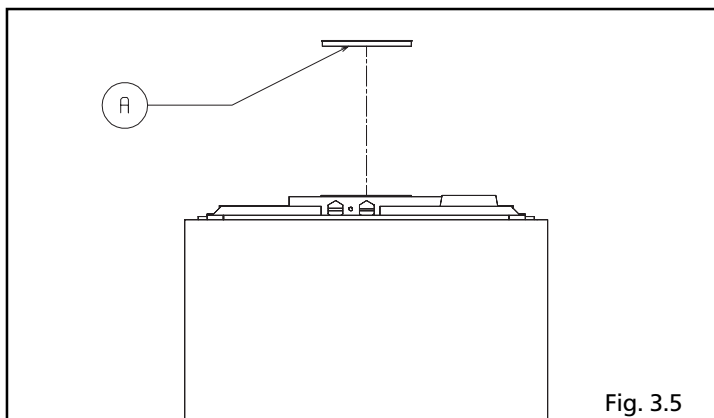
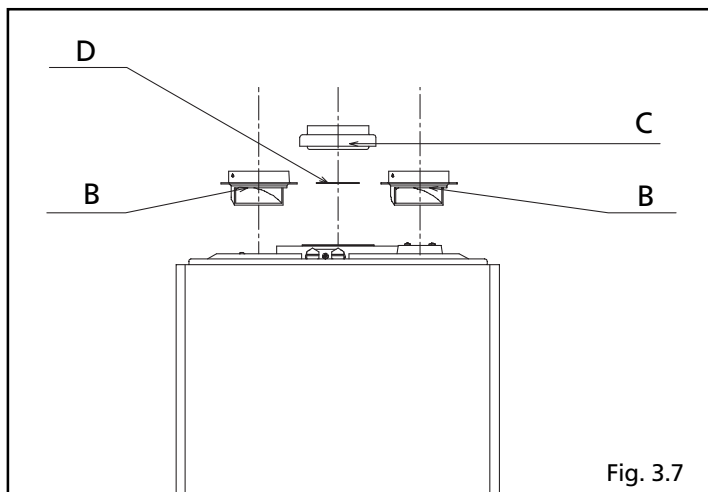

Fig. 3.5
Fig. 3.7
Lo scarico dei prodotti della combustione (C) è posto al centro della caldaia, il condotto di aspirazione dell'aria comburente può essere collegato indifferentemente ad uno dei due ingressi (B) dopo aver rimosso il tappo di chiusura (fig. 3.7).
La flangia aria (A) deve essere sempre tolta facendo leva con un cacciavite (fig. 3.5). La tabella riporta le lunghezze rettilinee ammesse e le indicazioni per l'installazione della flangia fumi (D) che viene fornita a corredo del kit (fig. 3.7).